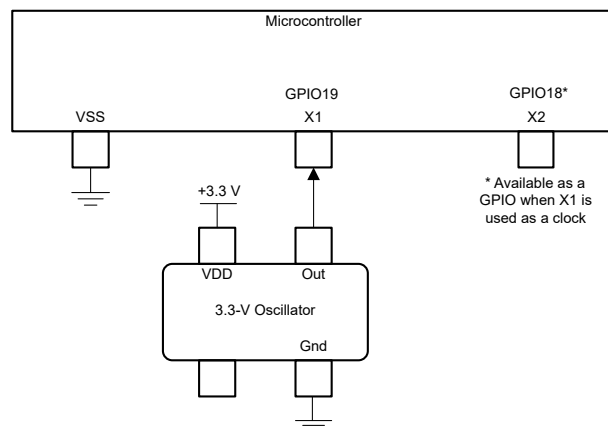

図 6-10. シングルエンド 3.3V 外部クロック
- シングルエンドの 3.3V 外部クロック。図 6-10 に示すように、クロック信号を X1 に接続し、XTALCR.SE ビットを 1 に設定する必要があります。